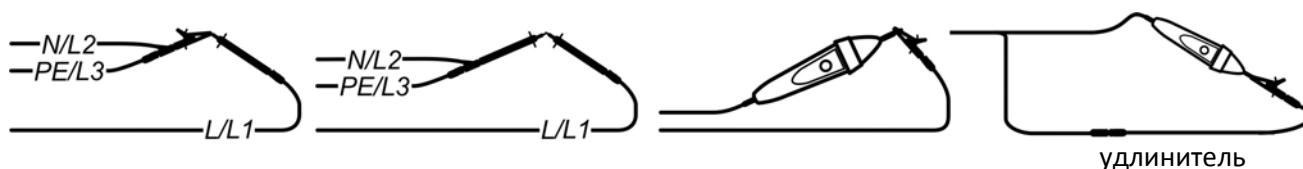

Рисунок 5.10: Закороченные испытательные выводы
- **Подключите** испытательный кабель к прибору и закоротите вместе испытательные выводы (см. Рисунок 5.10: *Закороченные испытательные выводы*).